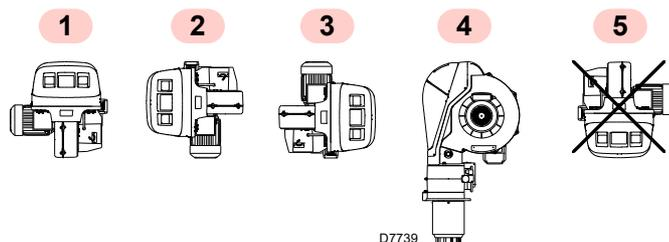

Abb. 9
- Der Brenner kann ausschließlich in den Stellungen **1**, **2**, **3** und **4** (Abb. 9) betrieben werden.